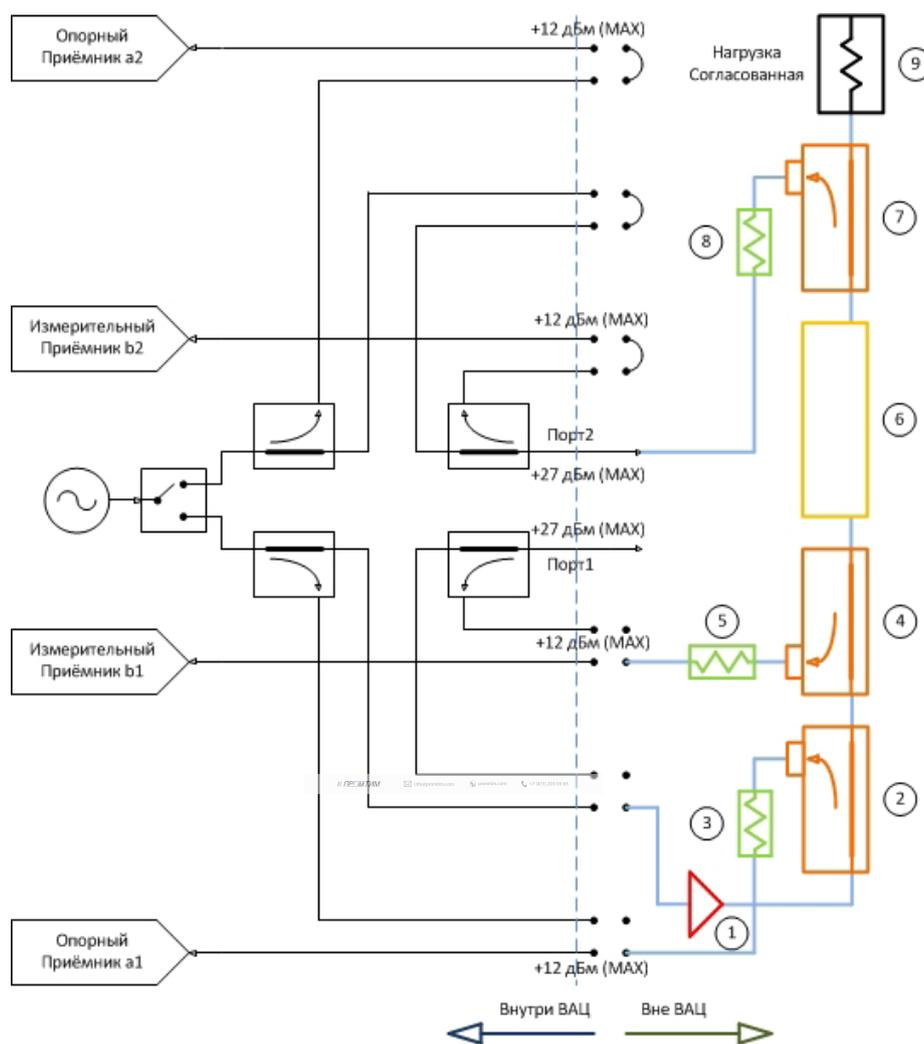

Рис. 7. Схема измерения с опцией «ДПА» для усилителей большой мощности (указаны предельно допустимые уровни входных сигналов для каждого порта):
Для усилителей с высокой выходной мощностью, которая превышает уровень линейного режима работы ВАЦ (10 дБм), необходимо использовать схему, изображенную на рис. 7. Такие усилители в свою очередь требуют высокого уровня входной мощности, поэтому следует использовать усилитель по входу ИУ (1). Чтобы учитывать при измерении нестабильность параметров усилителя (коэффициент передачи, выходная мощность), необходимо направить сигнал после усилителя на вход ИУ, а также на первый опорный приемник. Для этого устанавливаем направленный ответвитель (2). Необходимо учитывать, что уровень сигнала, который попадает на первый опорный приемник, не должен превышать уровень линейного режима работы (-6 дБм). Устанавливаем аттенуатор (3) для компенсации усилителя по входу ИУ. Чтобы измерить коэффициент отражения необходимо направить отраженный сигнал от входного порта ИУ на первый измерительный приемник. Для этого используем направленный ответвитель (4), а для того, чтобы приёмник оставался в линейном режиме работы используем аттенуатор (5). После направленного ответвителя (4) подключаем исследуемое устройство (6). Важно знать выходной уровень ИУ, для того